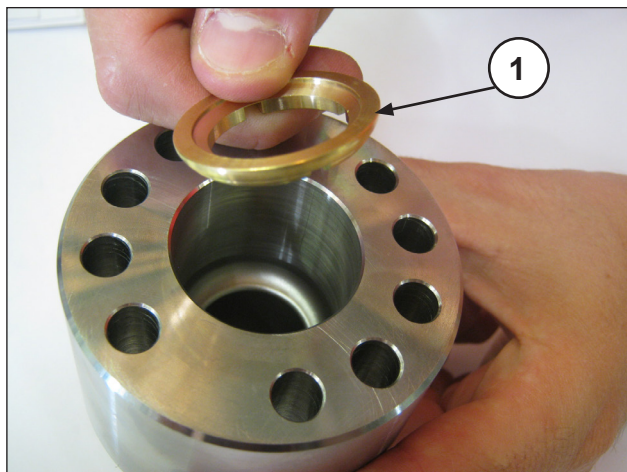
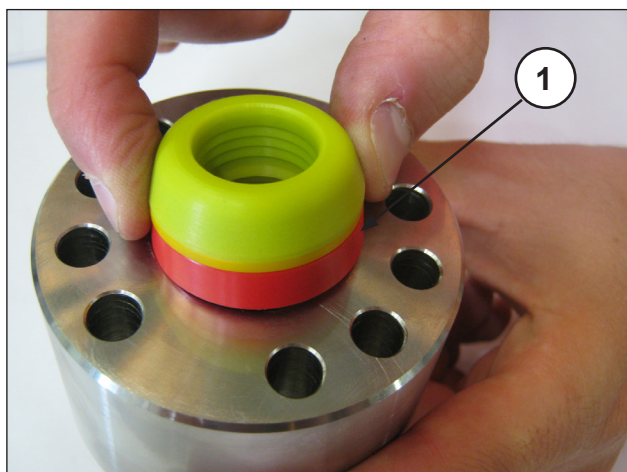
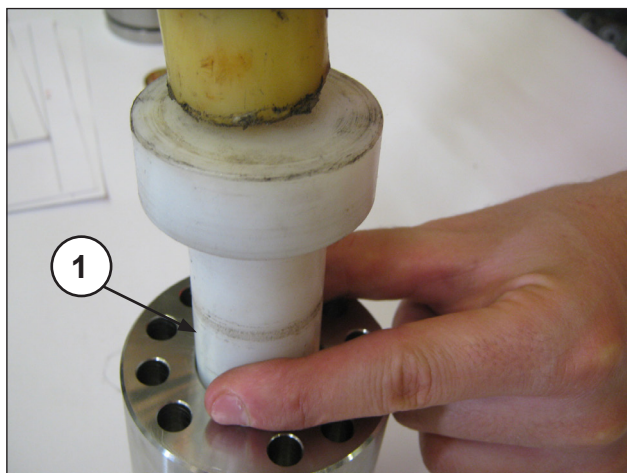

Рис. 132
Рис. 133
Рис. 134
- Вставьте в опору уплотнений ВД кольцо торца (поз. ①, Рис. 132), а затем комплект ВД (высокого давления); ввиду наличия легкого натяга между уплотнением и опорой уплотнений ВД, во избежание повреждений рекомендуется применять калибр из пластикового материала (поз. ①, Рис. 133 и Рис. 134).
Уплотнение ВД нужно вставлять в опору, как показано на Рис. 133 и Рис. 135.